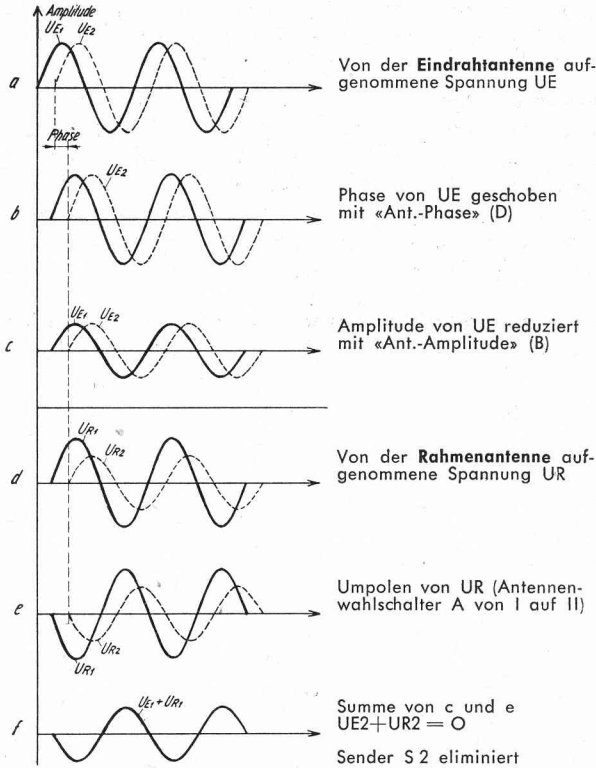

Bild 35. Empfangsvorgang bei kombinierter Antenne.
In der Eindrahtantenne werden von S1 und S2 gleichgroße Spannungen  $UE1$  und  $UE2$  induziert (Bild 35 a). Dagegen ist die im Rahmen erzeugte Spannung von S1 größer als diejenige von S2, da sich S1 besser in Richtung der Rahmenebene als S2 befindet (siehe Zif. 140). Die Spannung  $UR1$  ist größer als  $UR2$  (Bild 35 d). Die vom Empfänger durch beide Antennen aufgenommene Spannung vom Sender 1 beträgt  $(UE1 + UR1)$  und vom Sender 2  $(UE2 + UR2)$ . Soll z. B. der Sender 2 eliminiert werden, so muß  $UE2 + UR2 = 0$  sein, d. h.  $UE2 = -UR2$ . Die von den beiden Antennen vom Sender 2 aufgenommenen Spannungen müssen sich gegenseitig aufheben.
Dies geschieht so, daß die von der Eindrahtantenne vom Sender 2 aufgenommene Spannung  $UE2$  (Bild 35 a) so in der Phase verschoben wird (Bild 35 b), daß sie gleichphasig mit der von der Rahmenantenne vom Sender 2 aufgenommenen Spannung  $UR2$  (Bild 35 d) schwingt. Die Phasenschiebung geschieht durch «Ant. Phase» (D). Dann wird die Amplitude von  $UE2$  mittels «Ant. Amplitude» (B) oder «Ant. Kopplung» (C) auf gleiche Größe wie  $UR2$  reduziert (Bild 35 c). Nun wird die Spannung  $UR$  umgepolt durch Uebergang von Stellung I auf II des Antennenwahl-
schalters. Die Spannungen UE 2 (Bild 35 c) und UR 2 (Bild 35 e) sind nun genau gegenphasig und gleich groß, heben sich also auf ( $UE 2 + UR 2 = 0$ ). Der Sender 2 ist eliminiert. Dagegen bleibt eine Restspannung von ( $UE 1 + UR 1$ ) (Bild 35 f), da UE 1 von Bild 35 c nicht gegenphasig gleichgroß ist wie UR 1 von Bild 35 e. Der Sender S 1 ist stets noch hörbar.